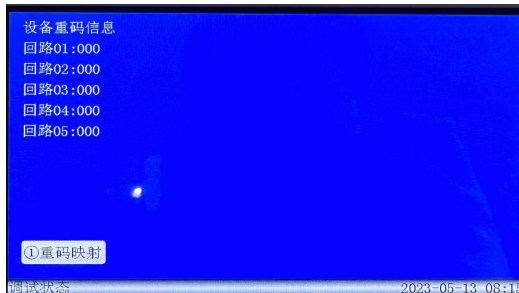

图 4-8 设备重码信息
显示本机的设备重码信息，显示如图 4-8 设备重码信息。在按下①重码映射后，显示各回路设备是否重码，是否屏蔽，不同状态会显示不同颜色，可通过左右键切换要查看的回路，可通过 1/2/3/4 键切换要查看的设备地址区域。